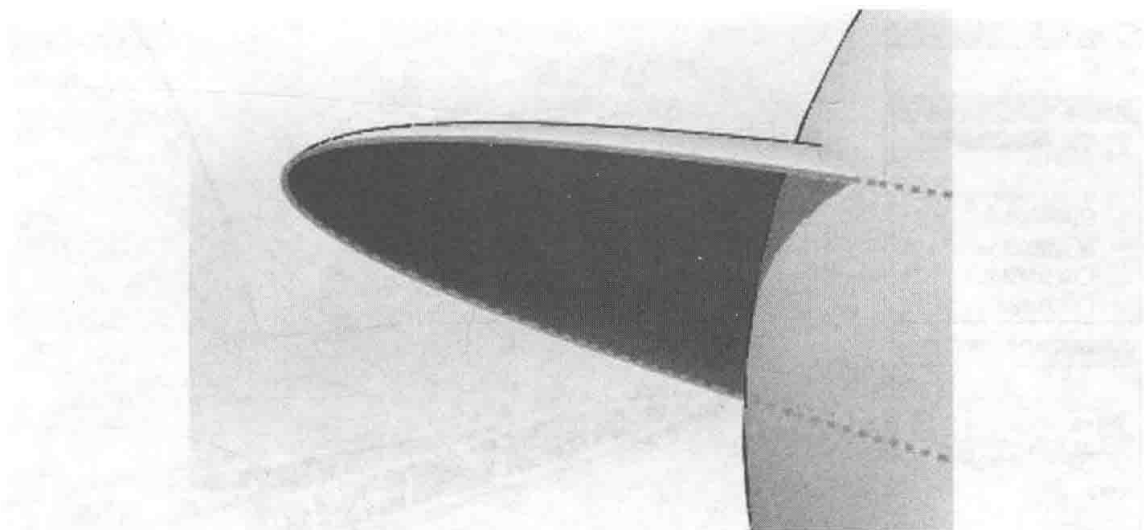

图 3-69 封底
(7) 选择“曲面→平面区域”或“插入→曲面→平面区域”，把嘴封底，如图 3-69 所示。